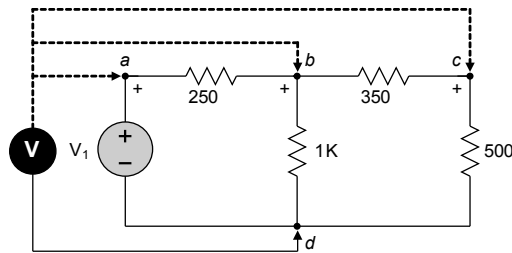

Figura 3.3.
1. Resuelva el circuito de la figura 3.3 por el método de nodos. Encuentre los voltajes de nodo V_a , V_b y V_c . Registre los resultados en la tabla 3.1 (teórico). NOTA: Considere el nodo d , como el nodo de referencia.
3. Realice la simulación del circuito de la figura 3.3. Encuentre los valores de los voltajes de nodo. Registre los resultados en la tabla 3.1 (SIMULACIÓN). Adjunte las hojas de simulación (impresas) al Pre-informe.
2. Conecte el circuito mostrado en la figura 3.3.
3. Identifique visualmente cada uno de los nodos (a , b , c , d) mostrados en la figura 3.3.